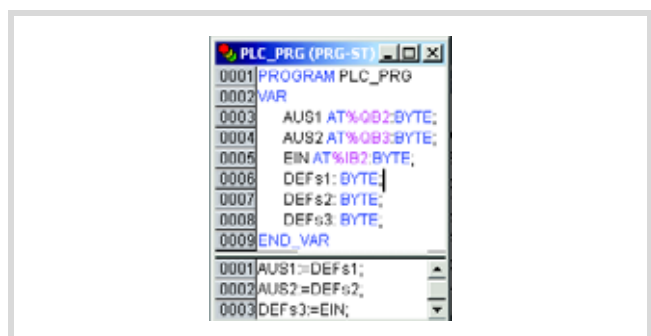

Abbildung 90: Anwenderprogramm für XC100
- Erstellen Sie das Programm nach Abbildung 90.